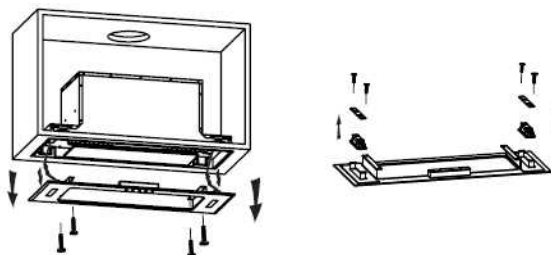

Rys. 3
4. Włożyć okap do szafki, śrubokrętem dokręcić śruby i upewnić się, że okap jest zamocowany (patrz rysunek 3).